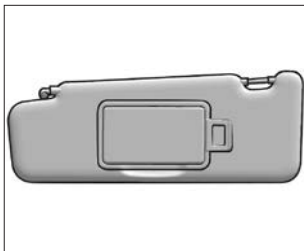

Рис. 4.3.2. Солнцезащитный козырек водителя (в варианном исполнении)
**В варианном исполнении** в солнцезащитном козырьке водителя (рис. 4.3.2) расположены индивидуальное зеркало и зажим, который предназначен для хранения пропусков, карт и т. п.